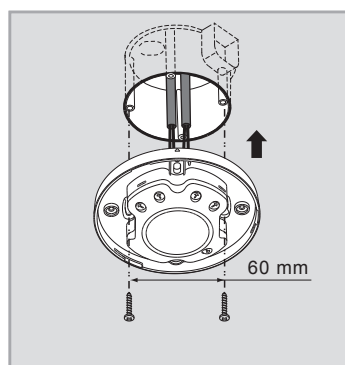
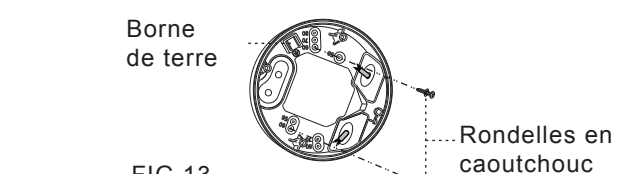

FIG. 8
FIG. 13
3.4.3.3 Choisissez les alvéoles appropriées pour fixer le boîtier de jonction sur la surface du panneau de plafond en utilisant deux vis bloquées au moyen de rondelles en caoutchouc (Voir la FIG. 13).
3.4.3.4 Consultez les schémas de câblage pour savoir comment raccorder correctement les câbles (Voir la FIG. 5). Un trou carré est aménagé dans la plaque de fixation. Au moment d'installer la plaque de fixation dans le boîtier de jonction, placez la tête cylindrique dans la saillie du boîtier de jonction (Voir la FIG. 8), puis fixez la tête du détecteur sur le boîtier de puissance en vous conformant à la FIG. 13, puis assemblez le tout à l'aide des 4 vis captives fournies.